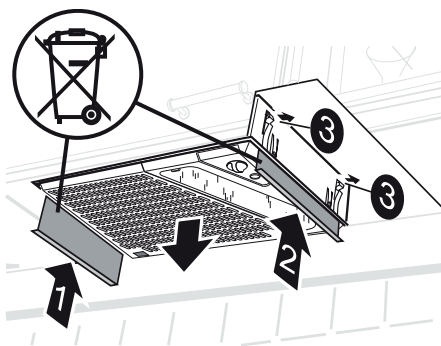

Fig.6
Tryck upp demonteringsplåtarna (1 och 2) mellan spiskåpan och inbyggnadsramen, så att fjädrarna (3) frigörs. Dra ner spiskåpan från inbyggnadsramen, Fig.6.